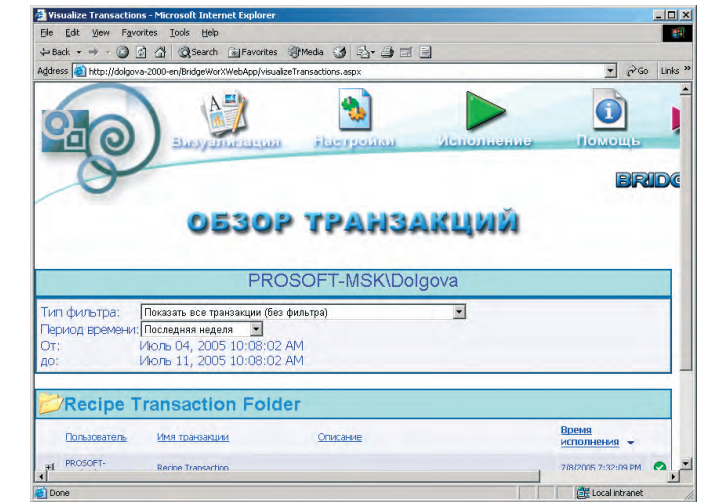

Рис. 62. Web-интерфейс: обзор транзакций
1. Для запуска Web-интерфейса нажмите кнопку **Visualize Transactions** (Визуализация Транзакций) на инструментальной панели BridgeWorX. При этом будет открыто окно Web-интерфейса, показанное на рис. 62.